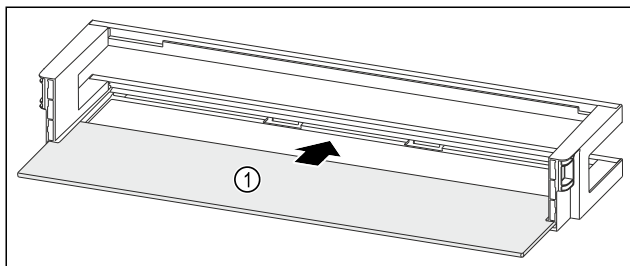

Fig. 87 Dveřní přihrádka s odkládací plochou
- ▶ Odkládací plochu Fig. 87 (1) zasuňte do bočních vybrání.